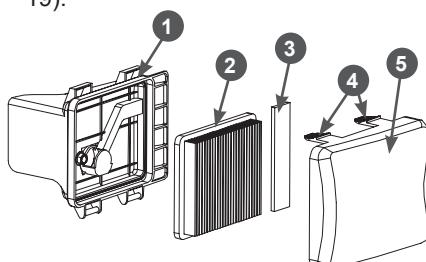

Рис. 19 Обслуживание воздушного фильтра
- Нажмите на фиксаторы 4 и снимите крышку 5 воздушного фильтра (Рис. 19).
- Извлеките бумажный фильтрующий элемент 2 и поролоновый фильтрующий элемент 3 (Рис. 19).
- Произведите очистку крышки 5 воздушного фильтра и корпуса 1, не допуская попадания пыли и грязи в воздуховод, ведущий к карбюратору (Рис. 19).